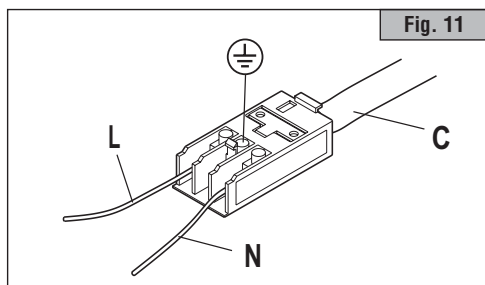
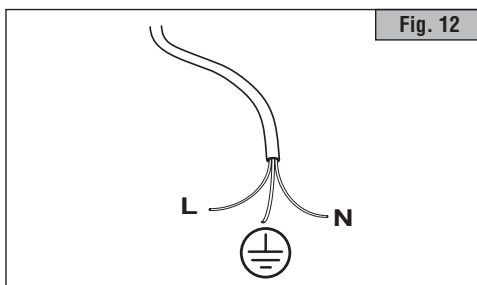

Fig. 11
Fig. 12
- Montez sur le câble d'alimentation (C) (fig. 11) une fiche normalisée adaptée à la puissance indiquée sur l'étiquette signalétique. Branchez les conducteurs dans le respect des indications suivantes et **laissez le conducteur de terre plus long par rapport aux conducteurs de phase et neutre (fig. 12):**